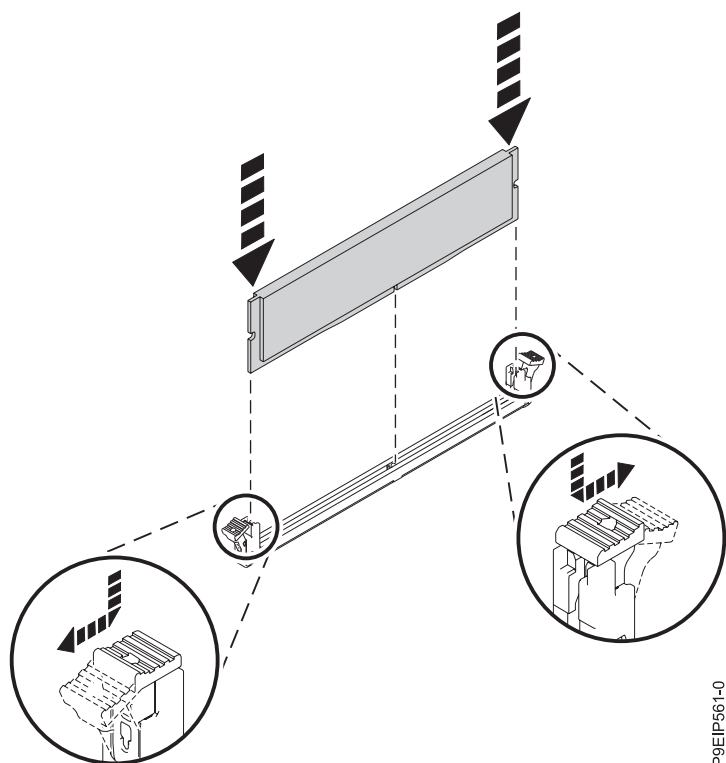

Figura 20. Inserindo a memória DIMM
- b. Pressione firmemente em cada lado da memória DIMM, conforme mostrado na Figura 20, até a guia de bloqueio travar no lugar com um clique audível.